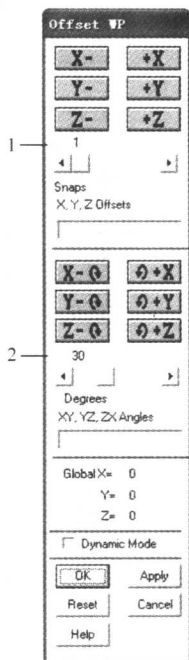

图 1-19 “工作平面控制”对话框
依次选择 Utility Menu > WorkPlane > Offset WP by Increments, 打开如图 1-19 所示的“Offset WP”(工作平面控制)对话框,用于工作平面平移、旋转等的控制。
如图 1-19 所示,标注 1 指示的部分,按钮 **X-** 和 **+X** 分别表示沿 X 轴负向和正向移动工作平面,按钮 **Y-** 和 **+Y** 分别表示沿 Y 轴负向和正向移动工作平面,按钮 **Z-** 和 **+Z** 分别表示沿 Z 轴负向和正向移动工作平面。每按一次按钮,工作平面移动一个单位,这个单位的大小由拖动滚动条给出。
如图 1-19 所示,标注 2 指示的部分,按钮 **X-C** 和 **C+X** 分别表示绕 X 轴顺时针和逆时针旋转工作平面,按钮 **Y-C** 和 **C+Y** 分别表示绕 Y 轴顺时针和逆时针旋转工作平面,按钮 **Z-C** 和 **C+Z** 分别表示绕 Z 轴顺时针和逆时针旋转工作平面。每按一次按钮,工作平面旋转一个单位角度,例如,图 1-19 所示的拖动滚动条给出的 30 度,即每次旋转角度为 30 度。
- (1) 在工作平面控制对话框上(参见图 1-19),通过按钮分次实现工作平面平移;通过直接给出具体数值直接平移工作平面。
- (2) 依次选择 Utility Menu > WorkPlane > Align WP with > Global Cartesian,实现工作平面复原。